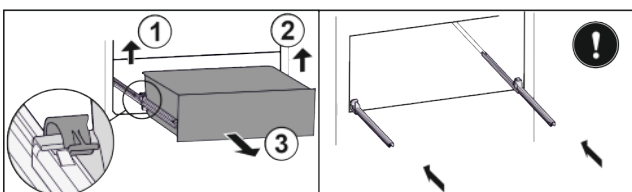

Fig. 26\*
- ▶ Schubfach links entkoppeln Fig. 26 (1).\*
- ▶ Rechts entkoppeln Fig. 26 (2).\*
- ▶ Nach vorne entnehmen Fig. 26 (3).\*